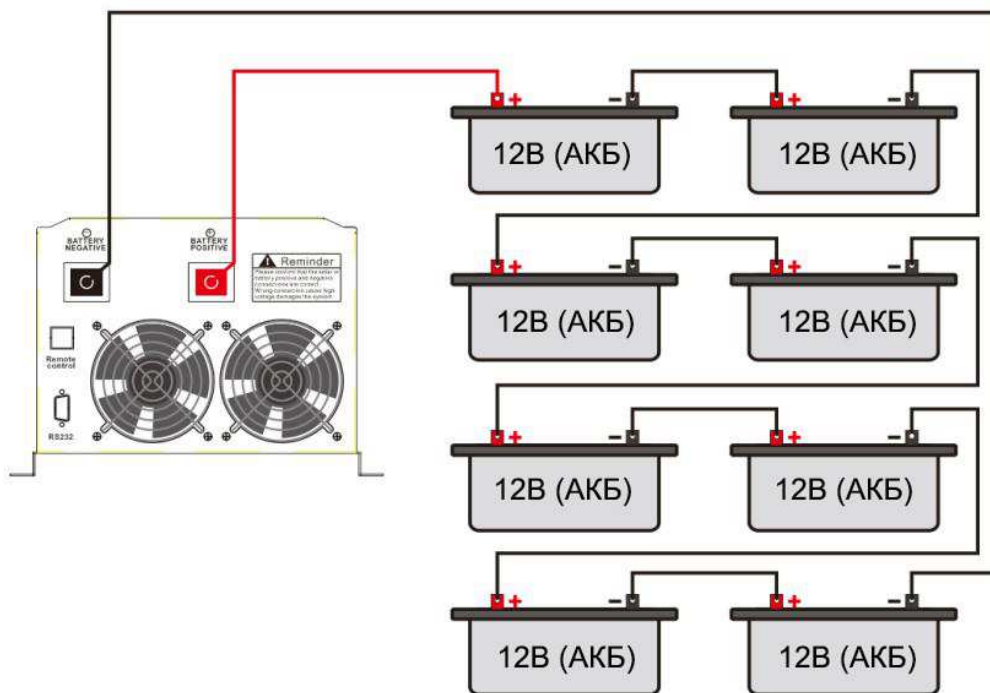

Рис.8
1.6 Схема подключения 96 В: (Рис.8)